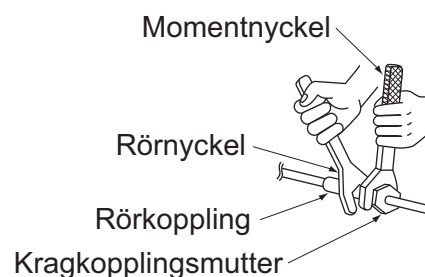

Bild 13
- Använd både skiftnyckel och momentnyckel, som visas i bilden, när rören ansluts eller kopplas loss från enheten. (Se bild 13)